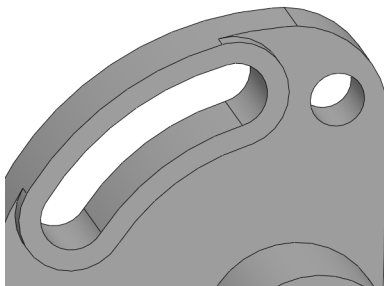

图 14-49 改变圆心点位置效果
(6) 单击【确定】按钮, 退出草图绘制环境, 即可改变圆心点位置, 如图 14-49 所示。